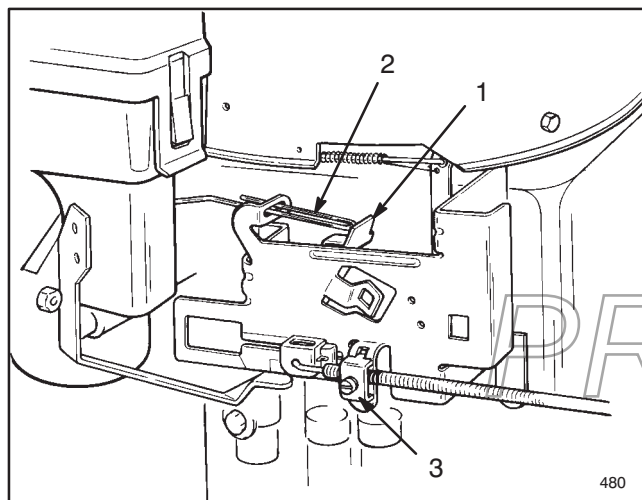

Figure 13
2. Le levier de commande du papillon doit juste toucher la tringle du starter (Fig. 13); s'il n'est pas dans cette position, un réglage est nécessaire.
B. Desserrer la vis de serrage du câble de commande des gaz (Fig. 13) et déplacer la gâine et le câble de commande des gaz jusqu'à ce que le levier de commande du papillon touche la tringle du starter.